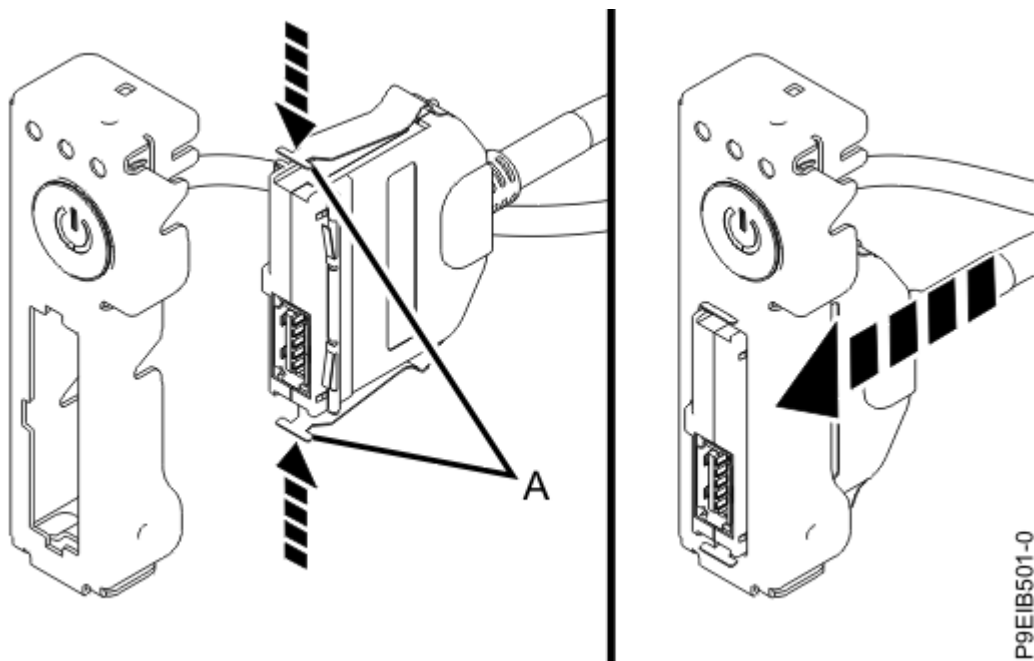

図 105. 電源スイッチへの USB ケーブルおよびコネクタの接続
3. ラッチ (A) を押し込んだ状態で、USB ケーブルおよびコネクタを電源スイッチに接続します (128 ページの図 105 を参照)。